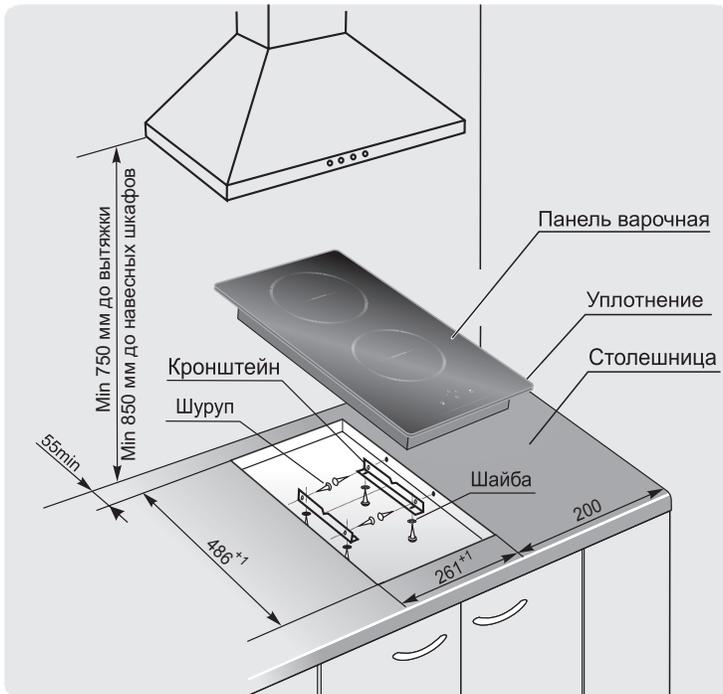

Рис. 3
1. Точно разметить на столешнице контур проема под варочную панель (рис. 3). Толщина столешницы - min 30 мм, max 50 мм.